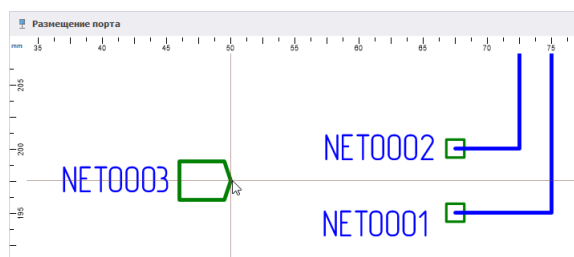

Рис. 263 Размещение блочного порта на схеме блока
- Нажать кнопку «ОК», расположенную в нижней части окна, и выбрать на схеме блока место, в котором следует разместить порт, см. Рис. 263. При перемещении курсора по схеме отображается возможный вид размещаемого порта.